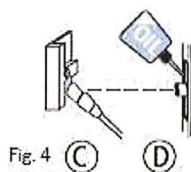

Fig. 4
- Beslagsdelarna bör också oljas in en gång per år. Använd vaselin samt annat passande fett på kontaktytorna (se fig. 4, 5 och 6). Glidytan på låskolvorna (D) måste oljas in med en **syrafri olja**. Beslaget illustrerat på bilden behöver inte vara identiskt med vad som är monterat i fönstret.